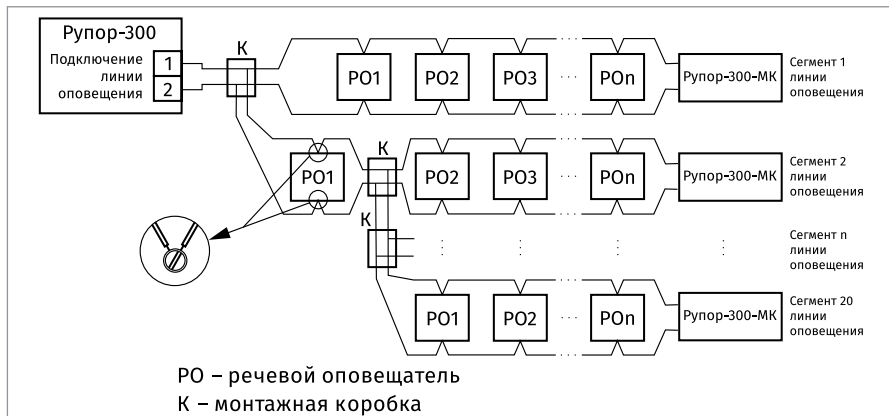

Рисунок 8. Подключение громкоговорителей к линиям оповещения
1. Типовая схема подключения речевых оповещателей (РО) приведена на Рисунок 8. К каждой линии подключения «ВЫХ1», «ВЫХ2» можно подсоединить несколько РО, соединенных параллельно.